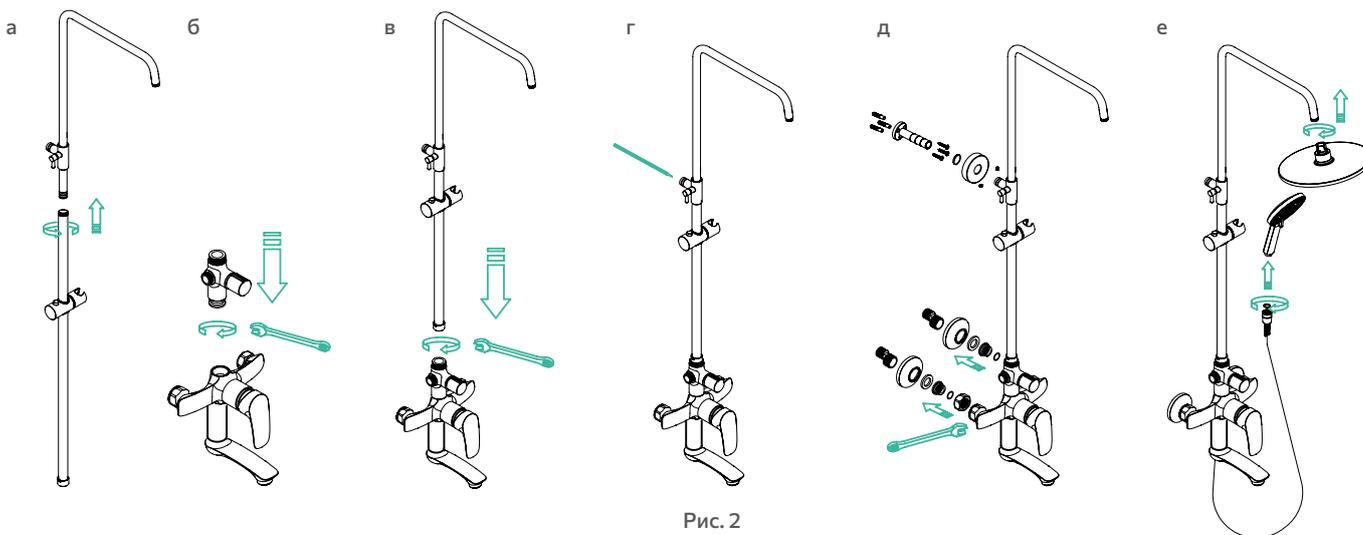

Рис. 2
2. Отключите систему холодного и горячего водоснабжения. Ввинтите эксцентрические переходники (рис. 2) в выходы трубопроводов системы водоснабжения, предварительно уплотнив резьбовую часть изоляционным материалом. Подберите положение эксцентрических переходников, при котором они совпадут и будут соответствовать присоединительному положению смесителя. При этом положение смесителя должно быть горизонтальным.
5. Установите штангу для душа (рис. 2). Отметьте места крепления и зафиксируйте штангу с помощью входящего в комплект крепежа.